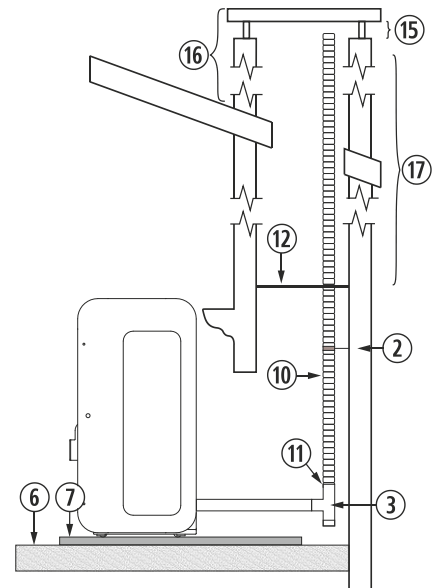

Figura 15
4.29. A instalação de um encastrável numa chaminé de obra pode ser feita em toda a sua totalidade em tubo flexível, tal como indicado na *figura 15*. Devemos ter especial cuidado na hora de realizar o isolamento entre a chaminé e o tubo da saída de gases para evitar possíveis retrocessos de gases em caso de tempestade.
②	Abraçadeira de união de aço inox.
③	Tê de 90° com registro.
⑥	Chão de madeira.
⑦	Protector de chão incombustível.
⑩	Tubo de aço inox flexível.
⑪	União adaptadora de flexível a rígido.
⑫	Isolante anti-retrocesso.
⑮	Mínimo 200mm.
⑯	Deve ultrapassar o teto em 1 metro.
⑰	Superior a 8m, aumentaremos uma medida.